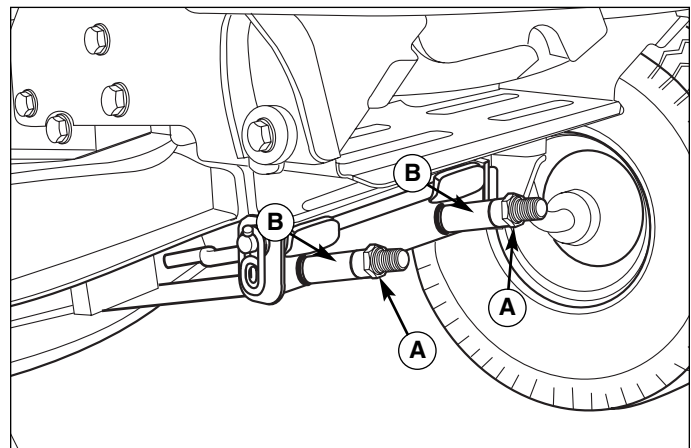

Abbildung 40. Mähwerk von Seite zu Seite nivellieren
8. Zum Anheben der Vorderseite des Mähwerks die Sicherungsmuttern (A, Abbildung 40) gegen die Distanzhülsen (B) fest ziehen. Zum Absenken der Vorderseite des Mähwerks die Sicherungsmuttern (A) lockern. Die Sicherungsmuttern müssen an beiden Seiten im gleichen Ausmaß verstellt werden, damit das Mähwerk waagrecht bleibt.
9. Die Messerwerte erneut prüfen und anschließend die vordere Mutter (B) an der Halterung fest ziehen.